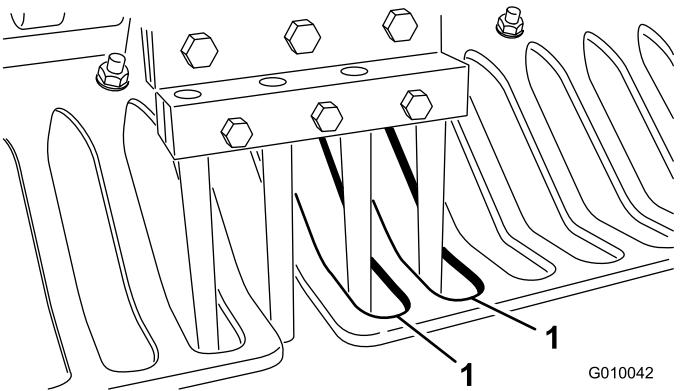

Figura 26
7. Verifique que os dentes estão alinhados com o centro das folgas nos protetores de relva (Figura 26). Ajuste os protetores de relva consoante necessário e aperte as porcas.